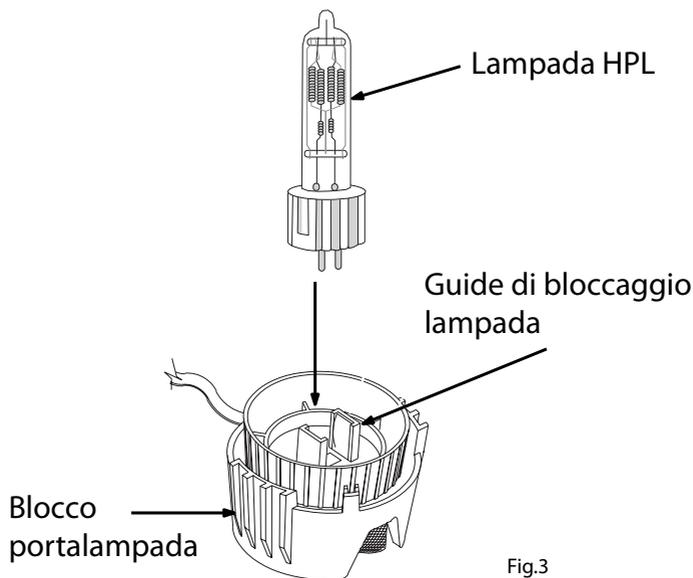

Fig.3
- Estrarre il blocco portalampana e sostituire la lampada (fig.3).